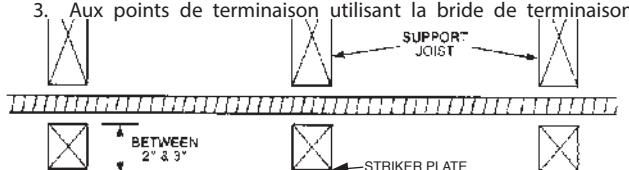
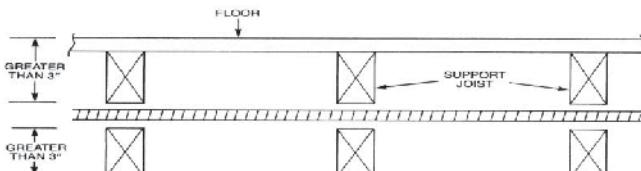

Figure 4.14 Blindage aux points de support lors que la pénétration a lieu à 2-3 pouces du bord
Figure 4.18 Point de pénétration à plus de 3" du bord d'une poutre, d'un montant, d'une plaque, etc.
2. Aux points de support et aux points de pénétration, à 5,1 - 7,6 cm (2-3 pouces) de tout bord d'une poutre, d'un montant, d'une plaque ou autre élément structurel, un blindage est nécessaire sur toute la zone de support. Le quart d'une plaque de protection suffit (Figure 4.14).
1. Soutenir la conduite de façon à ce qu'elle soit à plus de 3 pouces de tout bord d'une poutre, d'un montant, d'une plaque, etc. ou d'une surface murale (voir Figure 4.18, à rapprocher de la Figure 4.14).
Ne pas utiliser de TAIO HOME-FLEX® si le compteur doit être soutenu par le système de conduite. Si le compteur est soutenu par la structure du bâtiment, la pratique générale consiste à acheminer le système TAIO jusqu'à une bride terminale montée à l'extérieur du bâtiment, et à raccorder le compteur à la bride terminale par une conduite rigide. Il est également possible d'utiliser une conduite rigide pour passer dans le bâtiment et de placer le raccord HOME-FLEX® à l'intérieur de la structure (Figure 4.14).